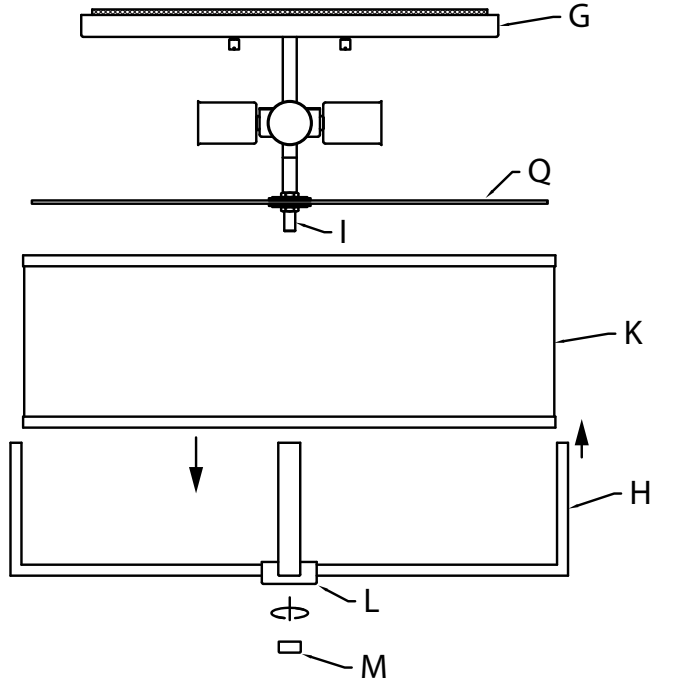

Fig. 3
- Abaissez soigneusement le cache [K] sur le cadre [H] (Fig. 3).